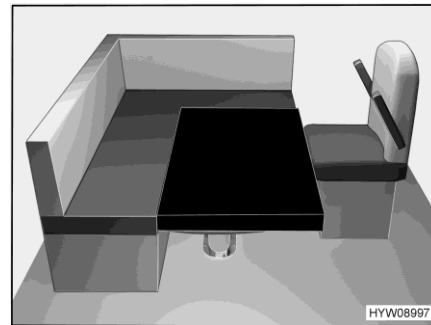

Fig. 80 Después de la transformación
- Colocar el cojín adicional sobre la mesa del modo mostrado en Fig. 80. La esquina redondeada mostrará hacia el lado delantero derecho.